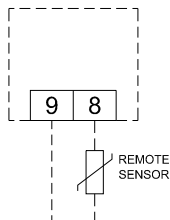

Fig. 3.
- Nel caso sia richiesto il sensore remoto, eseguire i collegamenti elettrici seguendo lo schema di collegamento di Fig. 3.